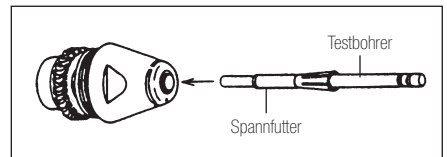

Abb.13
- 1) Eine dünne, oberflächliche Ölschicht auf das neue oder gereinigte Spannfutter auftragen, Testbohrer einsetzen und Spannfutter in den Rotorschacht drücken (Abb. 13).